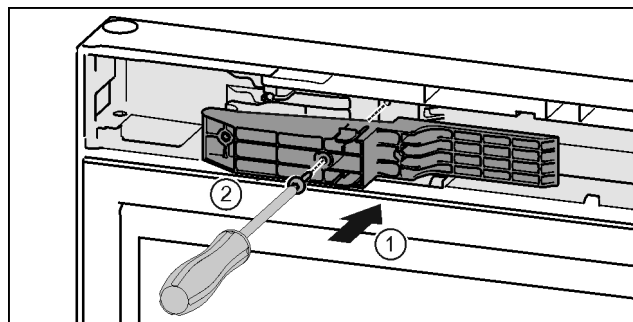

Fig. 46*
- ▶ Вставить деталь адаптера в отверстие на стороне ручки. Fig. 46 (1)
- ▶ Затянуть винты отверткой T15. Fig. 46 (2)